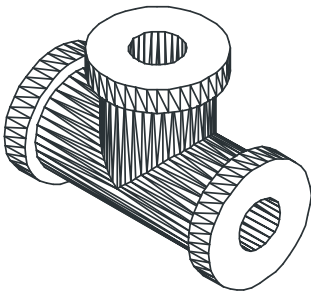

图 10-1-4
STEP 01 用 CYLINDER 命令绘制三通毛坯的内孔，如图 10-1-4 所示。